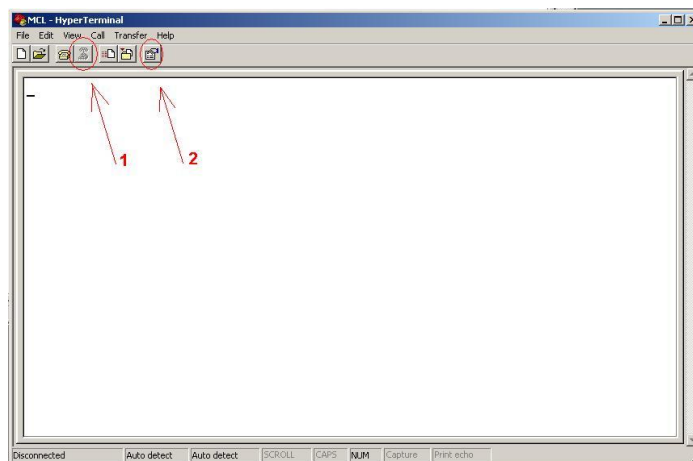

Рис. 5
1. Нажмите кнопку „Disconnect“ как указано на рис. 5;
2. Нажмите кнопку „Properties“ как указано на рис. 5;